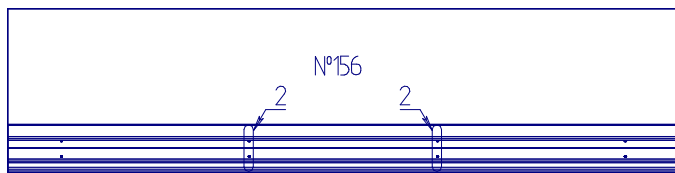

Рис.2
2. Через отверстия 2 на треке, шилом наколоть отверстия на детали №156 (рис.2).